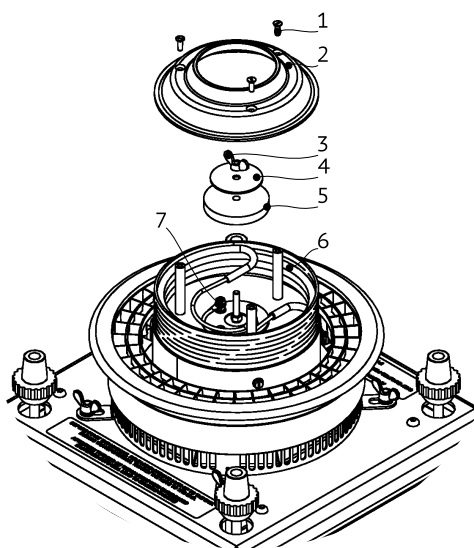

Рисунок 10
2. Выкрутите винты (1) и снимите крышку (2), см. Рис. 10. Если крышка «приклеилась» к обечайке, аккуратно постучите по крышке ручкой отвёртки или аналогичным предметом, чтобы крышка и обечайка разъединились. Обратите внимание, что крышка сделана из алюминия, и может деформироваться в случае чрезмерного приложения силы.
3. Открутите гайку-барашек (3) и снимите шайбу стальную (4) и изолятор (5).